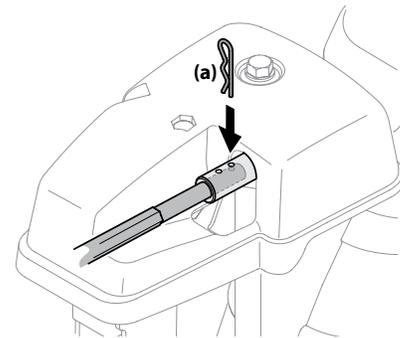

Figure 2-25
7. Poussez la tige de commande vers le tableau de commande jusqu'à ce que le trou sur la tige s'aligne avec le trou du raccord le plus proche de la tête de commande. Insérez la goupille fendue (a) retirée à l'étape 1. Voir Figure 2-25.